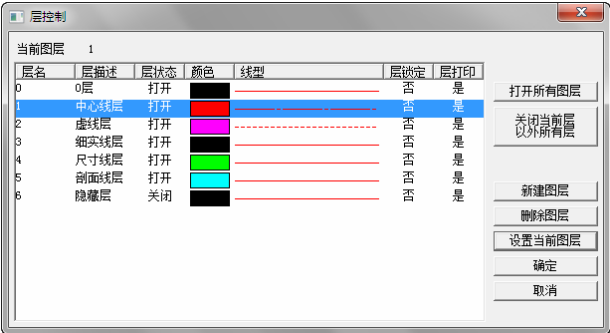

图 4-174 “层控制”对话框
1) 选择下拉菜单“格式”→“层控制”命令，弹出“层控制”对话框，选中“1：中心线层”，单击“设置当前图层”按钮，设置成当前图层，如图 4-174 所示。